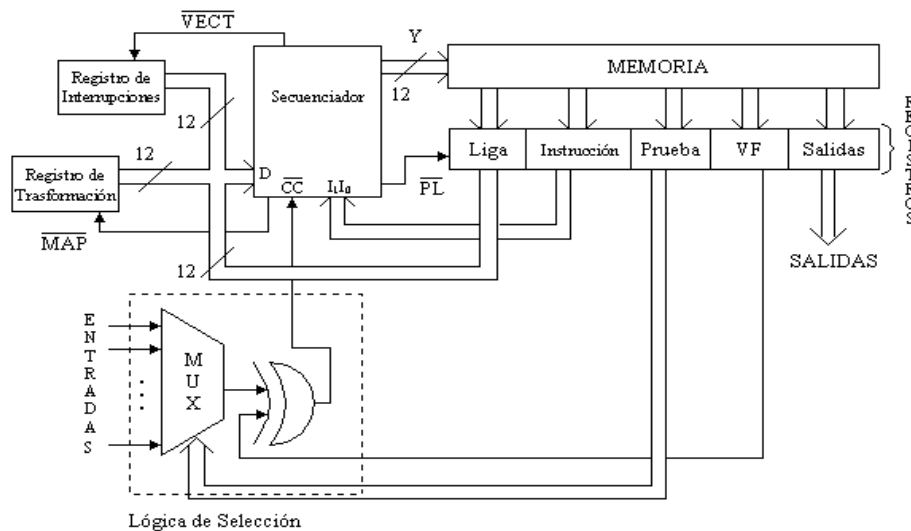
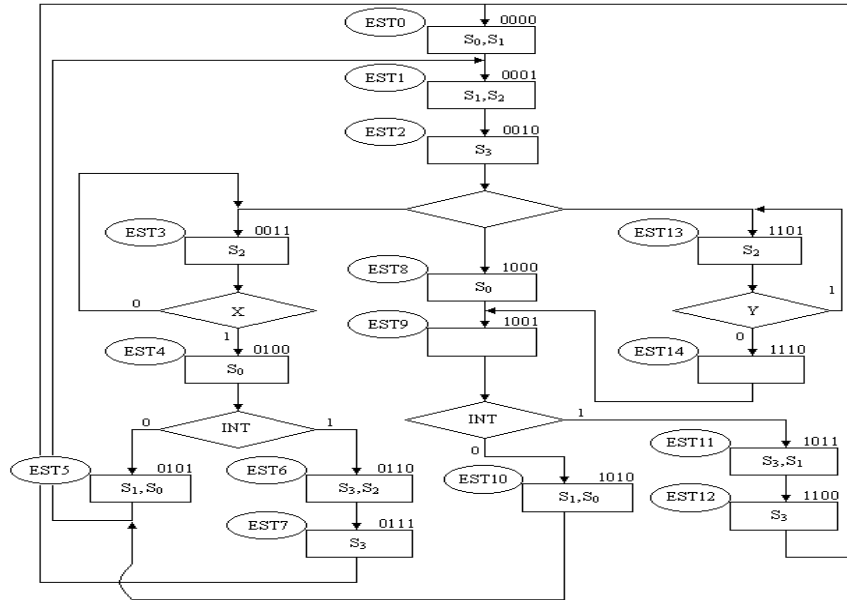

Figura 7. Secuenciador básico conectado con una memoria.
Figura 8. Carta ASM.
2.- La figura 7. muestra el diagrama de bloques de un secuenciador conectado a una memoria.
La tabla 1. muestra el contenido de la memoria para la carta ASM de la figura 8.
Construya el sistema descrito anteriormente el la figura 7 para que ejecute la carta ASM de la figura 8 usando VHDL y componentes estándares. Pruebe el sistema en las tarjetas de desarrollo del laboratorio